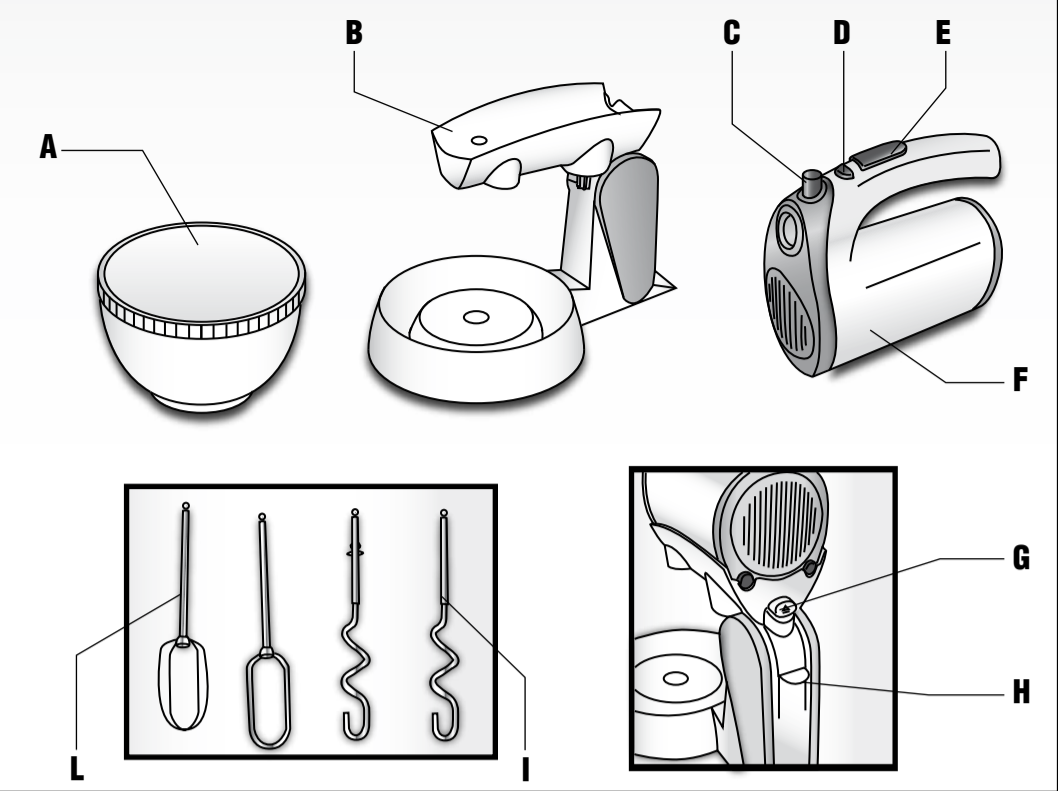

Fig. 1
**DESCRIPTION DE L'APPAREIL (FIG. 1)**
**BESCHREIBUNG DES GERÄTS (ABB. 1)**
**DESCRIPCION DEL APARATO (FIG. 1)**